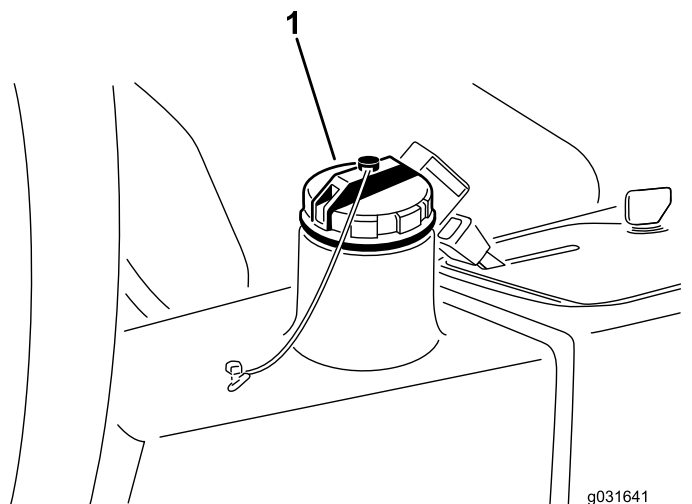

図 65
4. 油圧オイルタンク 図 65 に約 13.2 リットルの油圧オイルを入れる 油圧システムを点検する (ページ 50) を参照。